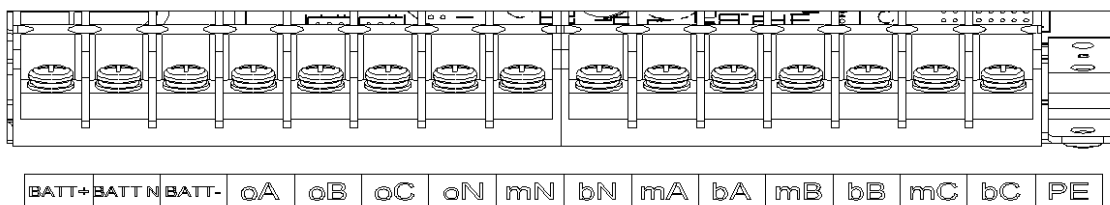

Рис. 3-5 Клеммы
2. Откройте заднюю дверцу шкафа, снимите пластиковую крышку. Входная и выходная клеммы, клемма аккумулятора и клемма защитного заземления показаны на рис.3-5.